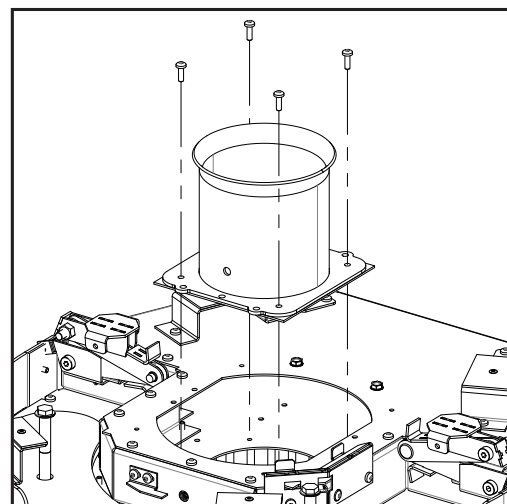

Figure 71: Retrait du robinet d'échappement
8. Retirez le robinet d'échappement du haut de l'unité en retirant les quatre (4) vis T20 (voir la Figure 71). Soyez délicat avec le joint, vous allez le réutiliser.